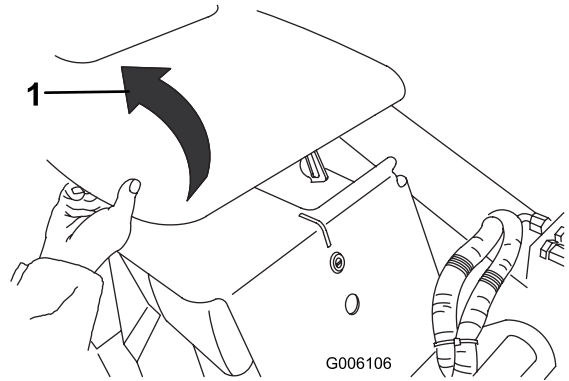

Bild 21
2. Klappen Sie die Haube hoch (Bild 21).